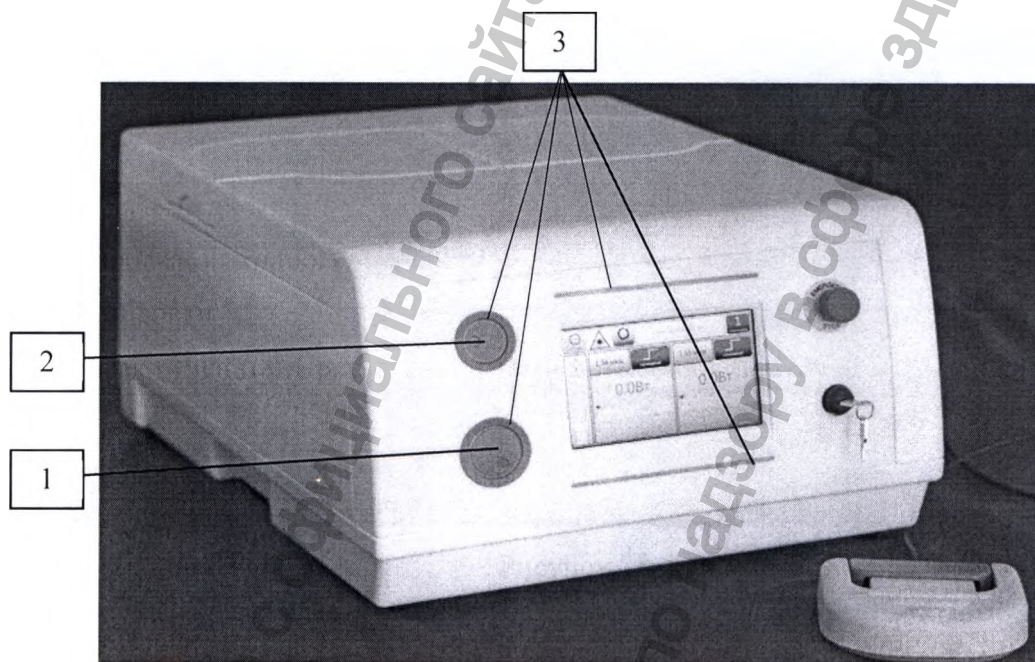

Рисунок 17
- первая ручка (см.1 рис.17) устанавливает мощность 1-го лазера с длиной волны 1,94 мкм.
- вторая ручка (см.2 рис.17) устанавливаем мощность 2-го лазера с длиной волны 1,55 мкм.
- индикатор начинает светиться голубым (см.3 рис.17).